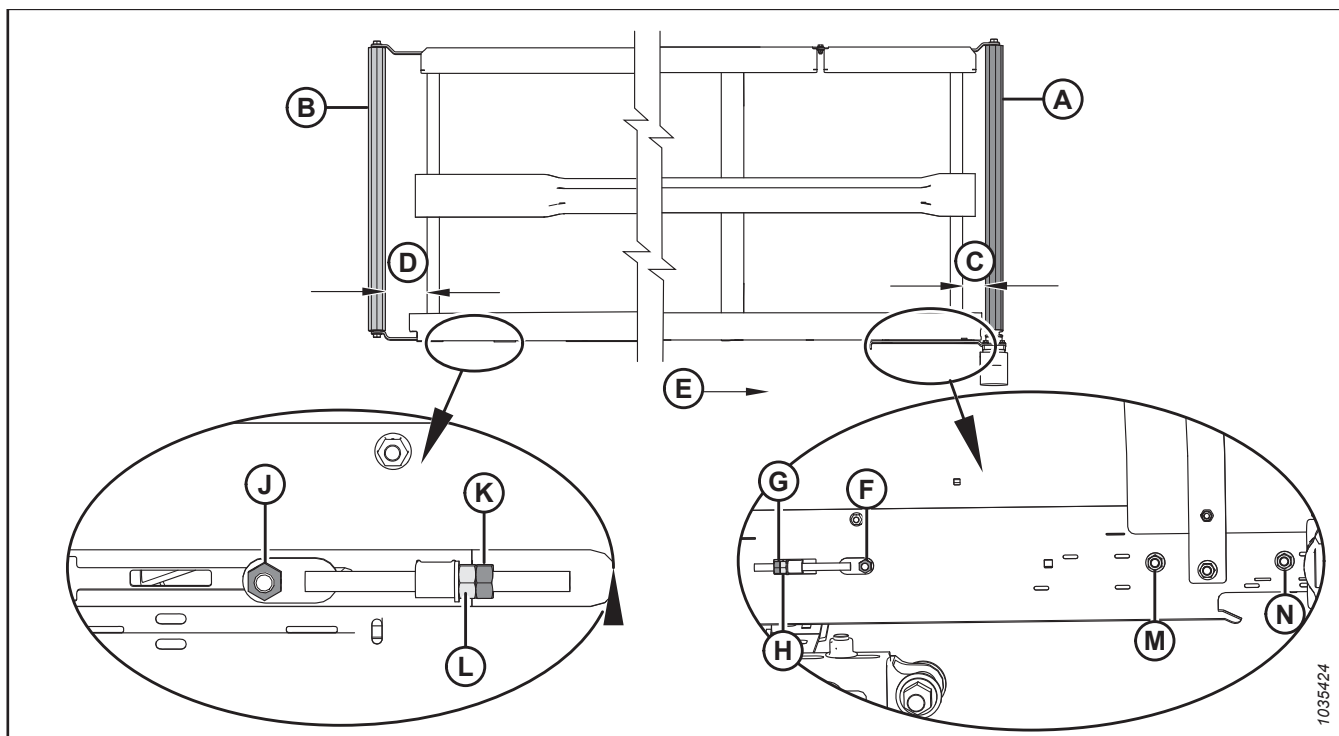

Рисунок 4.246: Регулировка хода полотна — левое полотно
2. Отрегулируйте приводной ролик (А), чтобы изменить параметр С (см. таблицу 4.2, страница 668 и рисунок 4.246, страница 668), выполнив следующее.
- a. Ослабьте гайки (F), (M) и (N), а также контргайку (G).
- b. Поверните регулировочную гайку (H).
- c. Затяните гайки (F), (M) и (N), а также контргайку (G).
3. Отрегулируйте натяжной ролик (В), чтобы изменить параметр D (см. таблицу 4.2, страница 668 и рисунок 4.246, страница 668), выполнив следующее.
- a. Ослабьте гайку (J) и контргайку (K).
- b. Поверните регулировочную гайку (L).